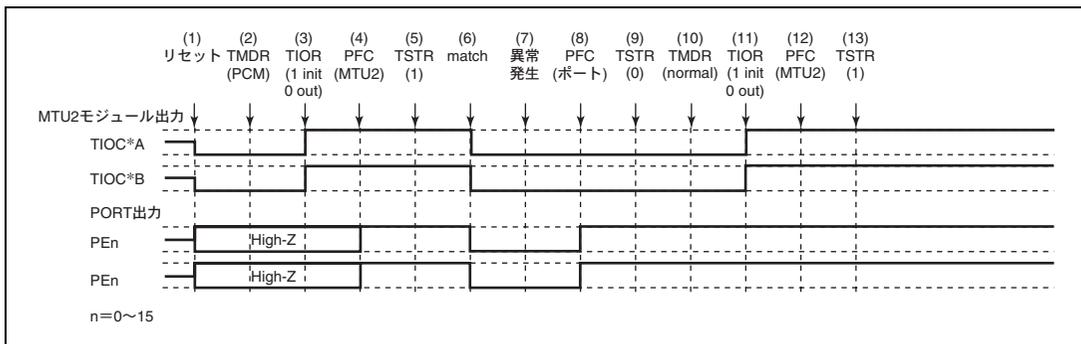

図 10.154 位相計数モードで異常が発生し、ノーマルモードで復帰する場合
位相計数モードで異常が発生し、再設定後ノーマルモードで再スタートする場合の説明図を図 10.154 に示します。
(1) ~ (9) は図 10.154 と共通です。
(10) PWM モード 1 を設定します。
(11) TIOR で端子を初期化してください (PWM モード 1 では TIOC*B 側は初期化されません)。
(12) PFC で MTU2 出力としてください。
(13) TSTR で再スタートします。
(20) 位相計数モードで動作中に異常が発生し、位相計数モードで再スタートする場合の動作
- (1) ~ (9) は図 10.154 と共通です。
- (10) 位相計数モードで再スタートする場合には必要ありません。
- (11) TIOR で端子を初期化してください。
- (12) PFC で MTU2 出力としてください。
- (13) TSTR で再スタートします。